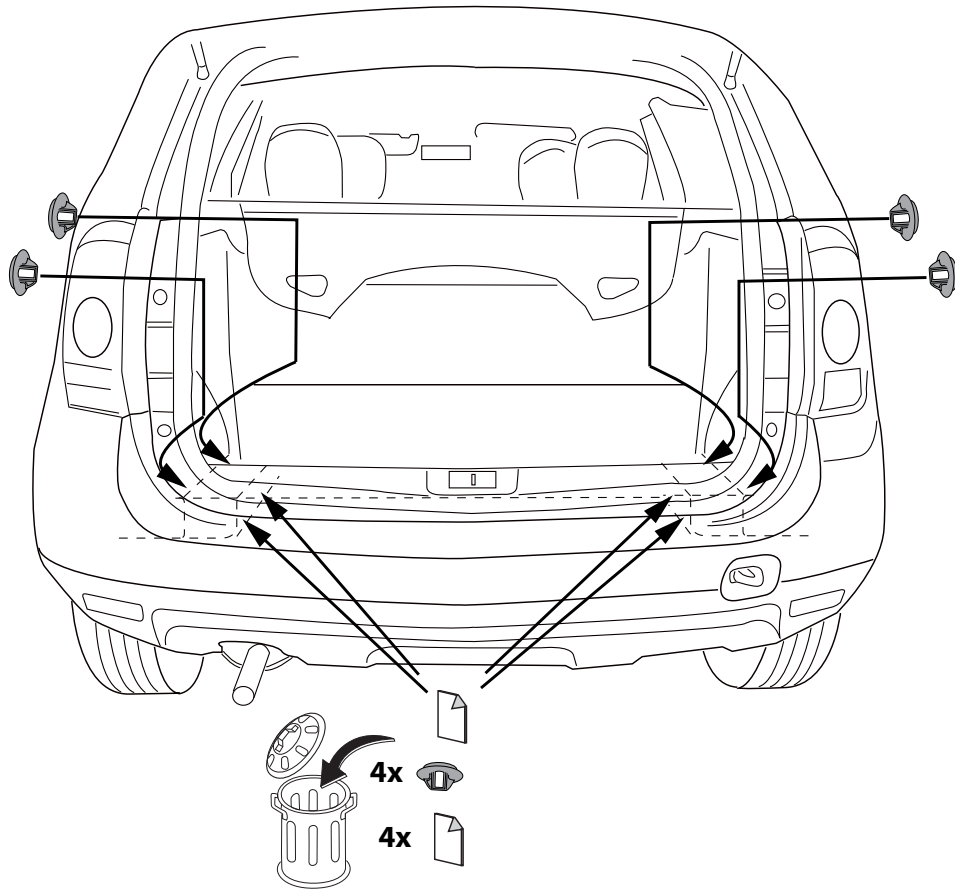

Fig.1
6. Удалить резиновые пробки в указанных точках (см. рис. 1).